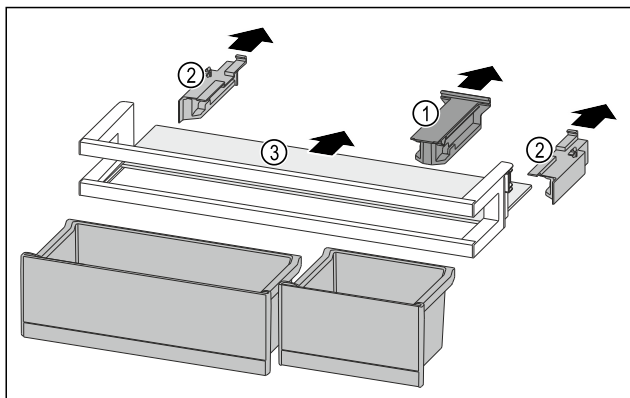

Fig. 186
- ▶ Снимите крепление Fig. 186 (1).
- ▶ Снимите боковые части Fig. 186 (2).
- ▶ Извлеките съемную полку Fig. 186 (3).